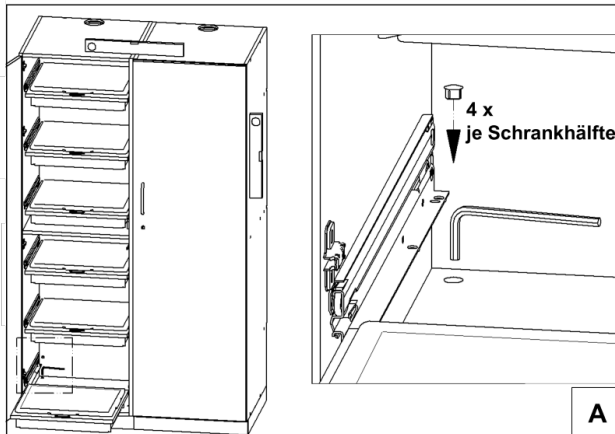

Abb. 13: Ausrichtung des HSC XL auf der Seite des ACID Sicherheitsschranks
- ➔ Schrauben der mittleren Transportkufe lösen (A).
- ➔ Sicherheitsschrank ruckfrei mit einem geeigneten Transportmittel anheben (A).
- ➔ Sicherheitsschrank ausrichten (↺ Abbildung 13 auf Seite 23).